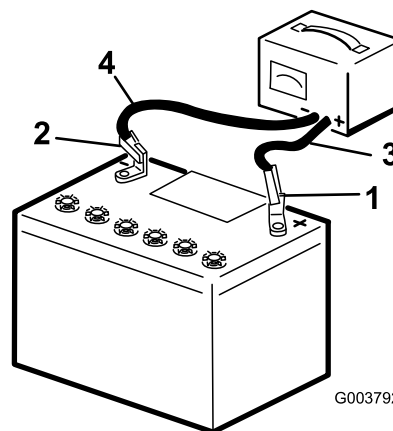

Figura 50
2. Caricate la batteria per 4-8 ore a 3-4 A (Figura 50). Non sovraccaricate.
scollegate i cavi di ricarica dai poli della batteria (Figura 50).